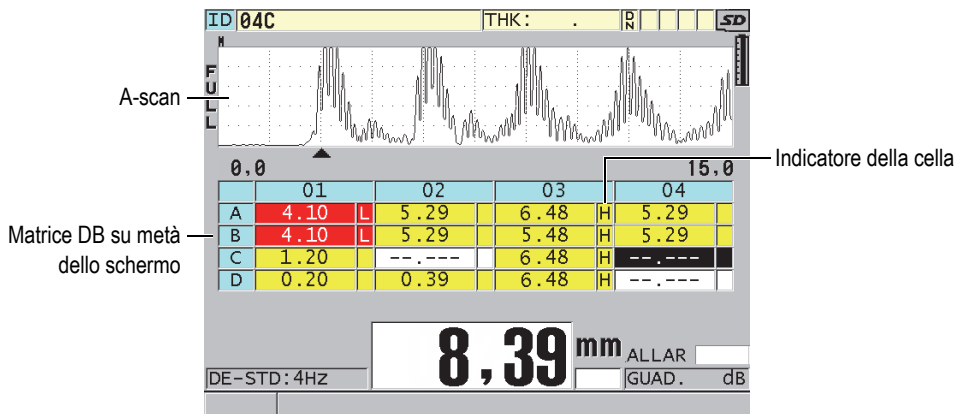

Figura 10-8 Esempio di matrice DB su metà dello schermo
Figura 10-8 a pagina 176). È possibile configurare le celle della matrice per visualizzare un indicatore delle celle e un colore dello sfondo corrispondente all'intervallo nel quale ricade la misura di spessore.
8. Definire **INDICATORE CELLA DATI** con una delle opzioni disponibili per visualizzare un solo indicatore di dati in ogni cella di dati della matrice. L'indicatore della cella è una lettera che viene visualizzata in un riquadro di ridotte dimensioni a destra dello spessore nella cella (vedi Figura 10-8 a pagina 176). Le opzioni disponibili sono: